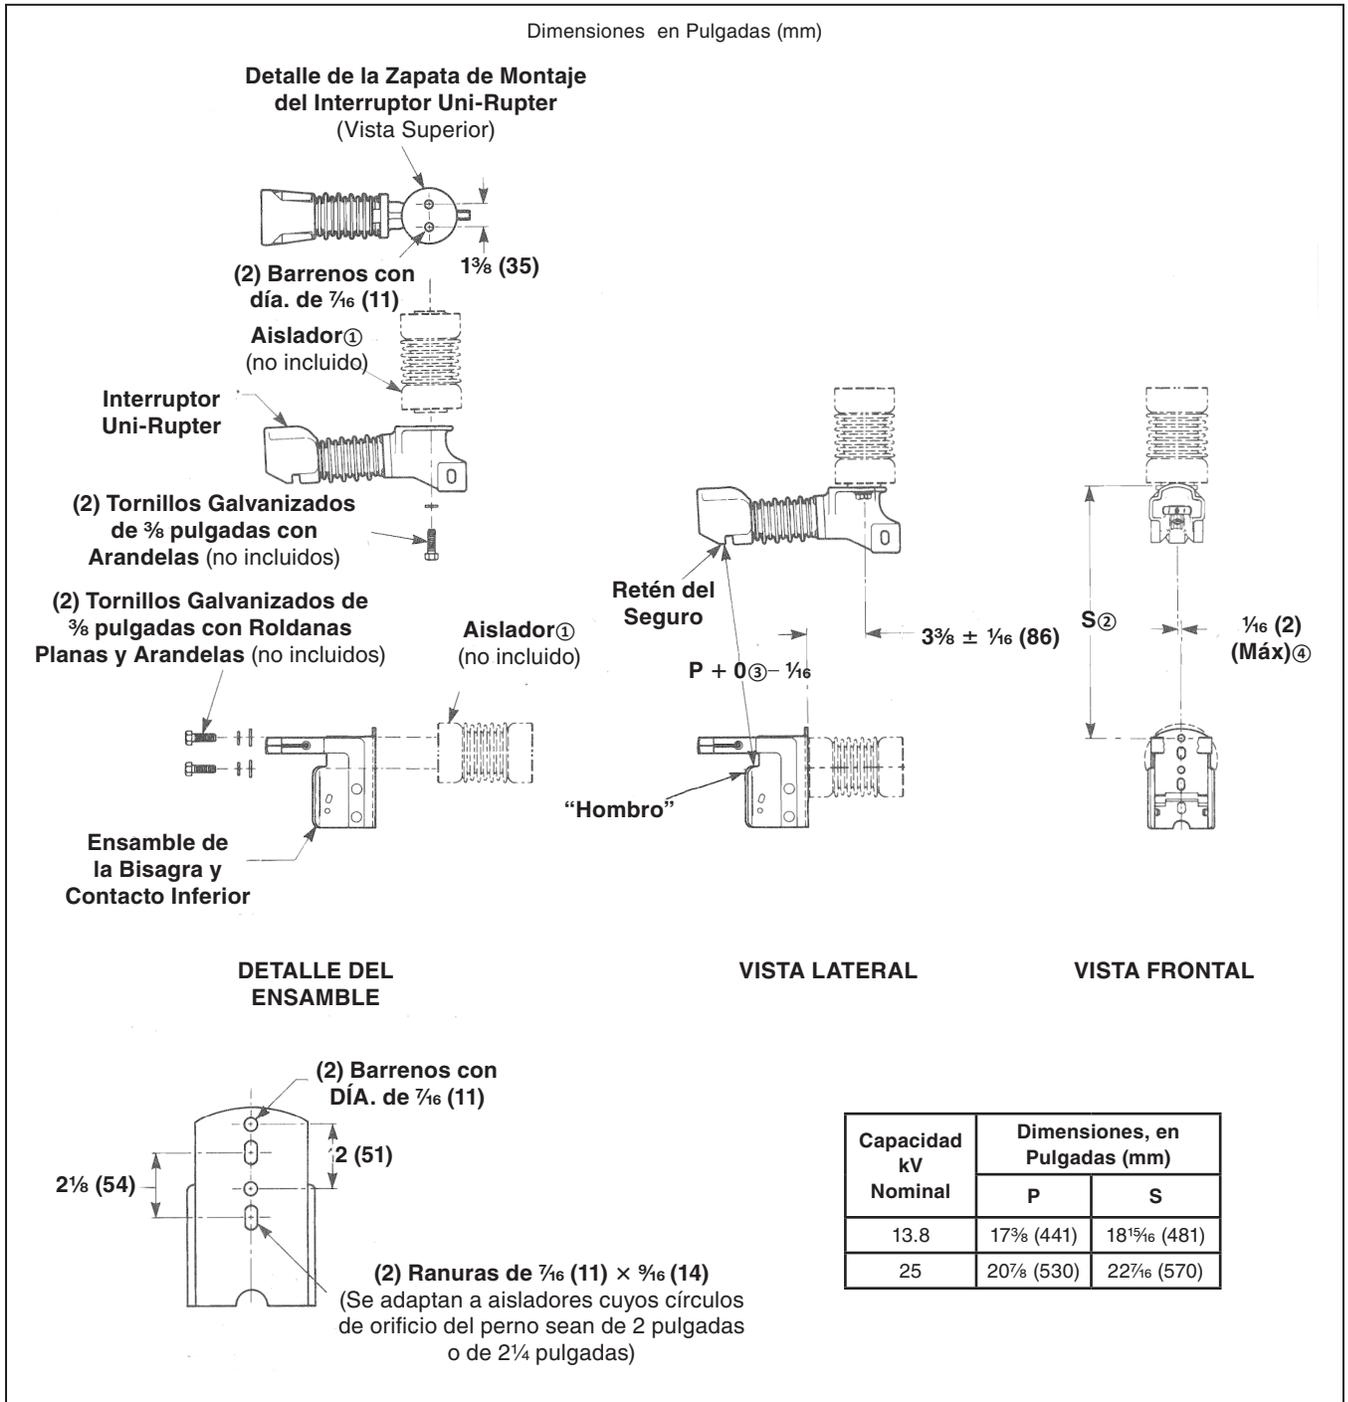
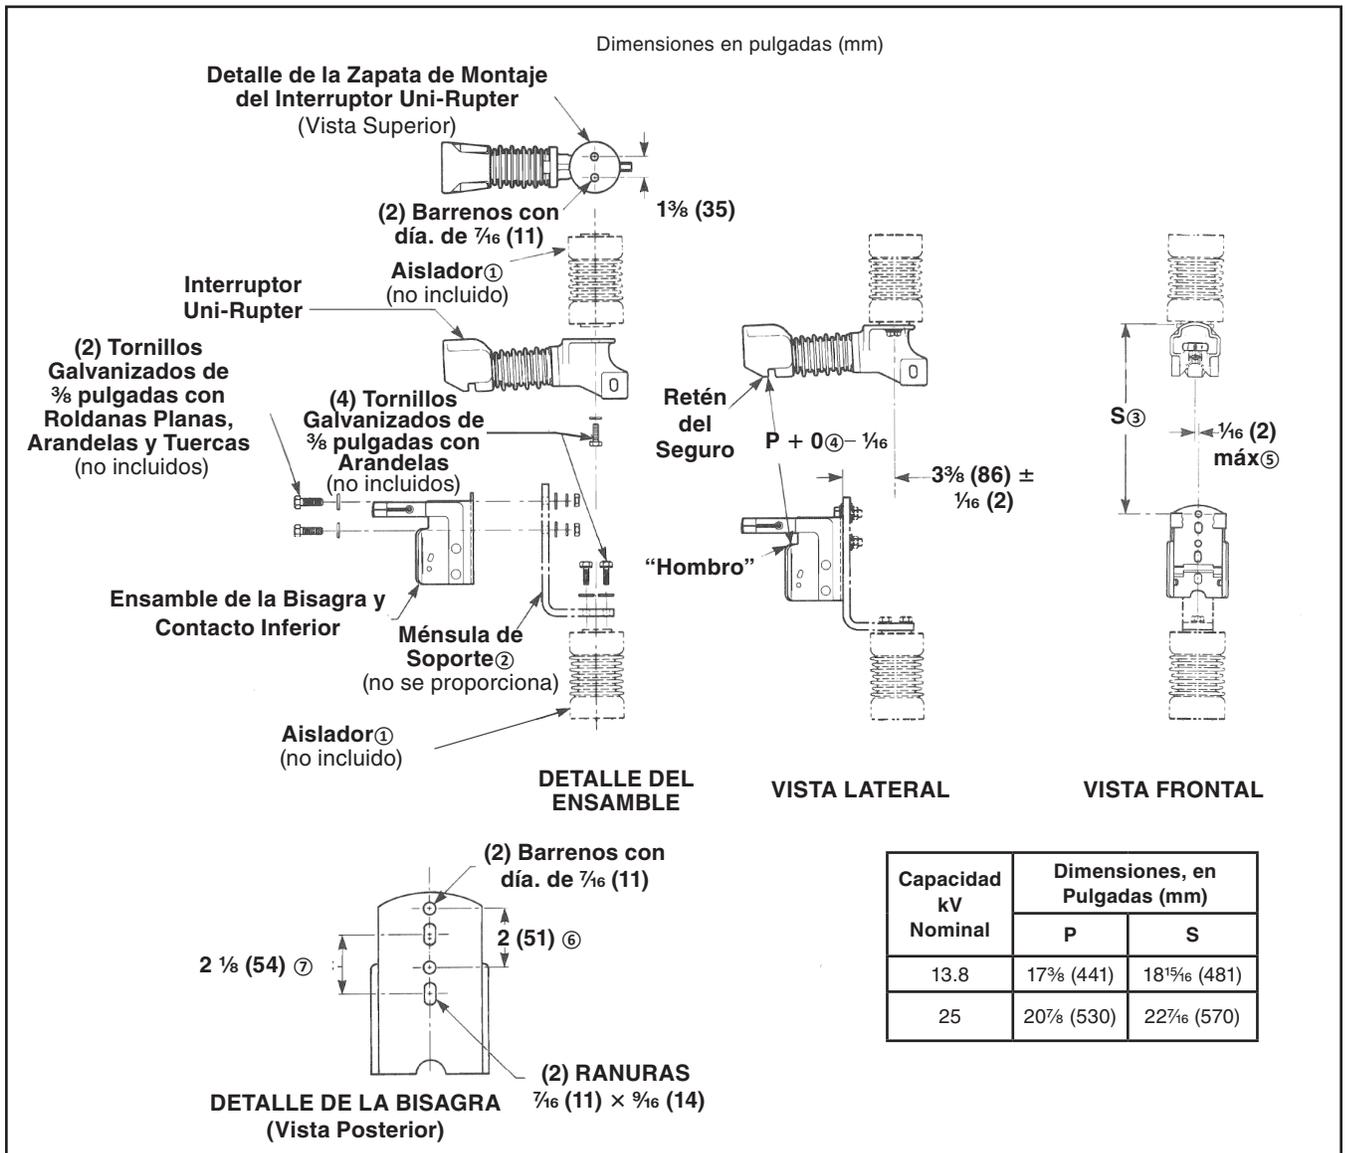

Figura 1. Configuración de montaje que emplea un ensamble de bisagra y contacto inferior con respaldo posterior.
Figura 3. Configuración de montaje que utiliza un ensamble bisagra y contacto inferior con soporte inferior.
Estas partes vivas se pueden empotrar tal y como se indica en la Figura 1 en la página 9 o Figura 3 en la página 11.
**Configuración de montaje con ensamble de la bisagra y contacto inferior con soporte posterior (ver Figura 1 en la página 9):**
**PASO 1.** Instale los aisladores (no se incluyen con las partes vivas) en las ubicaciones que se muestran en la Figura 1 en la página 9, dejando los tornillos de montaje apretados pero lo suficientemente flojos como para permitir que se realicen ajustes después.
**PASO 2.** Sujete el Interruptor Uni-Rupter al aislador superior tal y como se muestra en la Figura 1 en la página 9, utilizando dos tornillos galvanizados de  $\frac{3}{8}$  de pulgada con arandelas (no incluidos). Apriete completamente los tornillos de montaje del Uni-Rupter.
**PASO 3.** Sujete el ensamble de la bisagra y contacto inferior al aislador, tal y como se muestra en la Figura 1 en la página 9, utilizando dos tornillos galvanizados de  $\frac{3}{8}$  de pulgada con arandelas y roldanas planas (no incluidos). Apriete completamente los dos tornillos de montaje del ensamble de la bisagra y contacto inferior.
**Nota:** El ensamble de la bisagra y contacto inferior cuenta con dos juegos de barrenos/ranuras de montaje para adaptarse a los aisladores cuyos círculos de orificio del perno sean de 2 pulgadas (51 mm) o de  $2\frac{1}{4}$  pulgadas (57 mm), (Ver el Detalle de la Bisagra, Figura 1 en la página 9). Cualquiera de los juegos de barrenos/ ranuras de montaje se puede utilizar siempre y cuando las Dimensiones “P” y “S” se conserven correctamente, tal y como se muestra en la Figura 1 en la página 9.
**PASO 4.** Verifique para estar seguro que la línea del centro del Interruptor UniRupter y la línea del centro del ensamble de la bisagra y contacto inferior estén en una posición paralela y alineada a  $\frac{1}{16}$  de pulgada (1,6 mm) tal y como se muestra en la Figura 1 en la página 9 (Vista Frontal). Mueva el aislador superior (con el Interruptor Uni-Rupter enganchado) de lado a lado según sea necesario hasta obtener la alineación correcta. Después, apriete completamente los torillos de montaje del aislador superior.
**PASO 5.** Mida con precisión la distancia entre el borde inferior del retén del seguro del Interruptor Uni-Rupter y el “hombro” del ensamble de la bisagra y contacto inferior (Dimensión P), tal y como se muestra en la Figura 1 en la página 9. Mueva el aislador hacia el Interruptor Uni-Rupter o aléjelo de este según sea necesario para que la Dimensión P esté dentro de los límites de tolerancia especificados. Asegúrese de que dicha dimensión se conserve en ambos lados del Interruptor Uni-Rupter y del ensamble de la bisagra y contacto inferior, y también que el Interruptor Uni-Rupter y el ensamble de la bisagra y contacto inferior sigan correctamente alineados, tal y como se describe en el paso 4. Después, apriete los dos tornillos de montaje del aislador inferior.
**Configuración de montaje del ensamble de la bisagra y contacto inferior con soporte inferior (ver Figura 3 en la página 11):**
**PASO 1.** Instale los aisladores (no se incluyen con las partes vivas) en las ubicaciones que se muestran en la Figura 3 en la página 11, dejando los tornillos de montaje del aislador superior apretados pero lo suficientemente flojos como para permitir que se realicen ajustes posteriormente. Apriete completamente los tornillos de montaje, sujetando el aislador inferior a la estructura.
① Podrá obtener aisladores de soporte de S&C. Para solicitarlos, especifique el número de catálogo PA-7181 (13.8 kV) o PA-7183 (25 kV), según corresponda.
② La Dimensión "S" se debe medir desde la superficie de montaje del Interruptor Uni-Rupter hasta el centro del barreno de montaje superior en el ensamble de la bisagra y contacto inferior. Esta es una dimensión de referencia, sólo para el posicionamiento preliminar de los aisladores. La Dimensión "P" que se describe en la observación③ es una dimensión de ajuste crítico.
③ La Dimensión "P" se debe conservar en ambos lados del Interruptor Uni-Rupter y del ensamble de la bisagra y contacto inferior para garantizar el enganche correcto del seguro y la operación adecuada del Interruptor Uni-Rupter.
④ Las líneas del centro del Interruptor Uni-Rupter al igual que del ensamble de la bisagra y contacto inferior deben estar en una posición paralela y alineada a  $\frac{1}{16}$  de pulgada (2 mm) tal y como se muestra.
**PASO 2.** Sujete el Interruptor Uni-Rupter al aislador superior, tal y como se muestra en la Figura 3 en la página 11, utilizando dos tornillos galvanizados de  $\frac{3}{8}$  de pulgada con arandelas (no incluidos). Apriete completamente los tornillos de montaje del Interruptor Uni-Rupter.
**PASO 3.** Sujete la ménsula de montaje del ensamble de la bisagra y contacto inferior (no incluida) al aislador inferior utilizando dos tornillos galvanizados de  $\frac{3}{8}$  de pulgada con arandelas, tal y como se muestra en la Figura 3 en la página 11. Apriete completamente los tornillos de montaje que sujetan la ménsula de soporte a su aislador.
**PASO 4.** Enganche el ensamble de la bisagra y contacto inferior a la ménsula de soporte, tal y como se muestra en la Figura 3 en la página 11, utilizando dos tornillos galvanizados de  $\frac{3}{8}$  de pulgada con roldanas planas, arandelas, y tuercas (no incluidos). Los tornillos de montaje que sujetan el ensamble de la bisagra y contacto inferior a la ménsula de soporte deberán estar apretados, aunque lo suficientemente flojos como para permitir que se realicen ajustes posteriormente.
**Nota:** El ensamble de la bisagra y contacto superior cuenta con dos juegos de barrenos/ranuras de montaje (ver el Detalle de la Bisagra, Figura 3 en la página 11). Se puede utilizar cualquiera de los juegos de barrenos/ranuras de montaje siempre y cuando las Dimensiones "P" y "S" se conserven correctamente como se muestra en la Figura 3 en la página 11.
**PASO 5.** Verifique para estar seguro que la línea del centro del Interruptor UniRuper y la línea del centro del ensamble de la bisagra y contacto inferior estén en una posición paralela y alineada a  $\frac{1}{16}$  de pulgada (2 mm), tal y como se muestra en la Figura 3 en la página 11 (Vista Frontal). Mueva el aislador superior (con el Interruptor Uni-Rupter enganchado) de lado a lado según sea necesario para obtener la alineación requerida. Después, apriete completamente los dos tornillos de montaje del aislador superior.
**PASO 6.** Mida con precisión la distancia entre el borde inferior del retén del seguro del Interruptor Uni-Rupter y el "hombro" del ensamble de la bisagra y contacto inferior (Dimensión "P"), tal y como se muestra en la Figura 3 en la página 11. Mueva el ensamble de la bisagra y contacto inferior hacia el Interruptor Uni-Rupter o aléjelo de este según sea necesario para que la dimensión quede dentro de los límites especificados de tolerancia de la Dimensión "P". Verifique para estar seguro que la Dimensión "P" se conserve en ambos lados del Interruptor Uni-Rupter y del ensamble de la bisagra y contacto inferior, y también que el Interruptor Uni-Rupter y el ensamble de la bisagra y contacto inferior sigan alineados correctamente, tal y como se describe en el paso 5. Después, apriete completamente los tornillos de montaje del ensamble de la bisagra y contacto inferior.